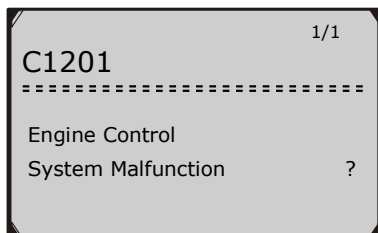

Figura 4.2
- Si se registra ningún dato de vehículo previamente probado, sólo los módulos de datos actuales que contienen **ID módulo** y tipo de protocolo se pueden revisar. (Figura 4.2)
- 3) Revisión de datos seleccionado en la pantalla. (Figura 4.2)